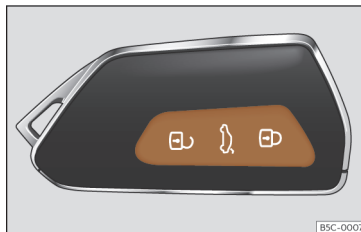

Fig. 76 Chave por comando à distância: teclas.
- Trancar: pressione o botão  >>> **Fig. 76.**